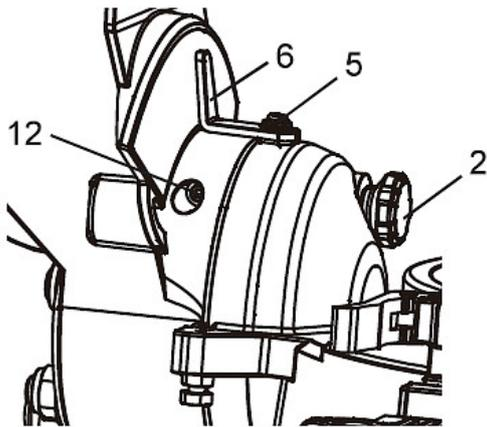

Abb. 19: Einstellung der 90° Neigung
Schritt 1: Lösen Sie den Gehrungsverriegelungsgriff (1) und kippen Sie den Schneidarm vollständig nach rechts, während Sie den 33,9° Fasenstift (2-Abb.19) gegen den 0° Fasenanschlag drücken. Die Gehrungsverriegelung festziehen Griff (1).
Schritt 2: Platzieren Sie ein Kombinationswinkel (3) auf dem Gehrungstisch mit dem Lineal gegen den Tisch und die Ferse des Quadrats gegen das Sägeblatt.
Schritt 3: Wenn das Sägeblatt nicht 0° vom Gehrungstisch entfernt ist, lösen Sie die drei Einstellschrauben (4) an der Rückseite der Säge mit einem 5-mm-Inbusschlüssel. Entriegeln Sie den Gehrungsverriegelungsgriff (1) und stellen Sie den Schneidarm ein.
Schritt 6: Ziehen Sie die drei Einstellschrauben (4) fest und spannen Sie den Verriegelungsgriff (1), wenn die Ausrichtung erreicht ist.
#### Einstellung der 90° Neigungsanzeige (Abb.19)
Schritt 1: Stellen Sie den Gehrungswinkel auf 0° ein. Ziehen Sie den Gleitanschlag ganz nach rechts und den Kegelraststift (2) nach vorne. (Abb. 19).
Schritt 3: Ziehen Sie den 33,9° Raststift (2) heraus, kippen Sie den Schneidarm in den 33,9° rechten Anschlag und drücken Sie den 33,9° Raststift (2) hinein (Abb. 19).
Schritt 3: Kippen Sie den Schneidarm auf 33,9° nach links, indem Sie den 33,9° Neigungsstift (2) hineindrücken. (Abb. 19)
Schritt 5: Wenn das Sägeblatt nicht 33,9° zum Gehrungstisch beträgt, kippen Sie den Schneidarm nach rechts und drehen Sie die Sechskantschraube (12) mit einem 3 mm Sechskantschlüssel hinein oder heraus, bis das Sägeblatt 33,9° zum Tisch steht. (Abb. 19)